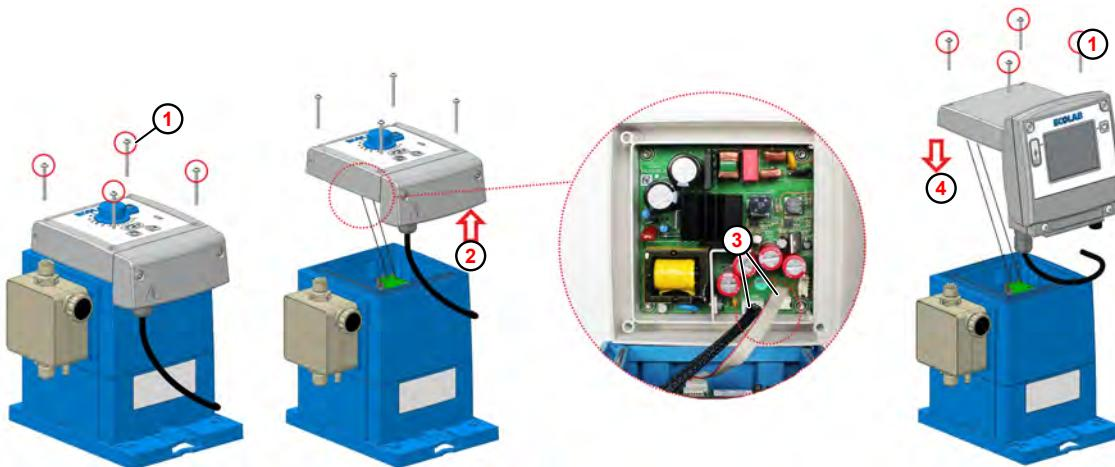

Abb. 33: Aufrüstung auf EcoAdd
① Befestigungsschraube
② Steuereinheit abziehen
③ Stecker
④ Steuereinheit aufsetzen
1. ➔ Befestigungsschrauben (Abb. 33 , ①) der **EcoUp**-Steuereinheit mit einem Torx-Schlüssel (TX25) lösen.